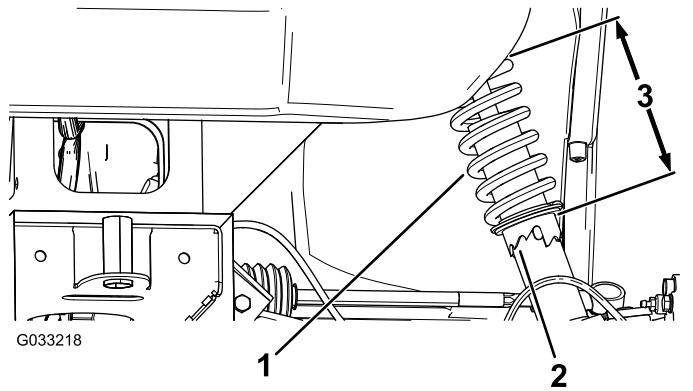

Figure 47
2. Si le carrossage des roues n'est pas correct, utilisez la clé à ergots pour tourner le collet sur l'amortisseur et orienter la roue correctement (Figure 47).